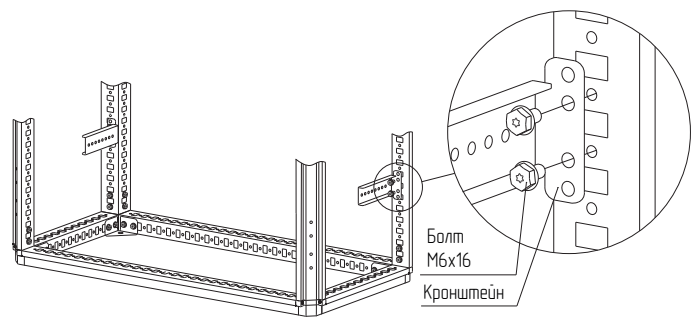

Рисунок 45
- вариант 1. Болтами М6×16 (рисунок 45). Момент затяжки – 7 Н·м;